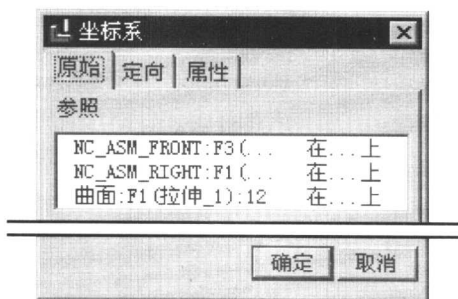

图 1.1.7 “坐标系”对话框
Step6. 选择下拉菜单 **插入(I)** → **模型基准(B)** → **坐标系(C)...** 命令，系统弹出“坐标系”对话框，如图 1.1.7 所示。依次选择 NC\_ASM\_FRONT、NC\_ASM\_RIGHT 基准